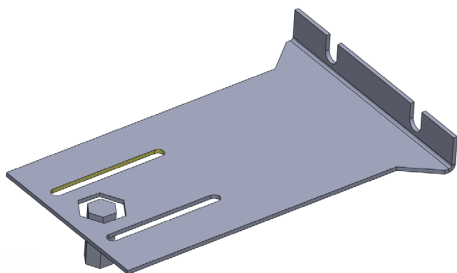

图 6-10 压凹实体特征效果
(5) 在【压凹】属性管理器，选中【切除】复选框，单击【确定】按钮，即可压凹实体特征，如图 6-10 所示。